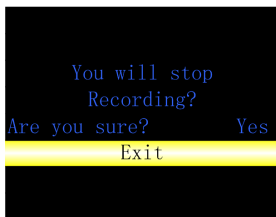

Figura 5.8 Menú de interrupción de registro
- 2) Cuando "Registro" está "ON" (ENCENDIDO) , selecciónelo para entrar en el menú de parada de registro como se muestra en la Figura 5.8. El mensaje de aviso "¿Va a detener el registro?" Are you sure?" (¿Está seguro?) aparece en la interfaz, seleccione "Exit" (Salir) después de ajustar en "Yes" (Sí) para salir de la interfaz de interrupción de registro para entrar en la interfaz de medición; seleccione "Exit" (Salir) después de ajustar en "No" para entrar en la interfaz que continuará el registro.